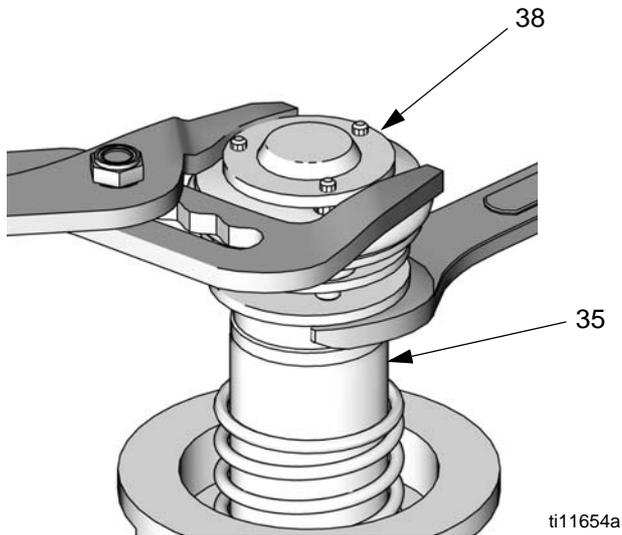
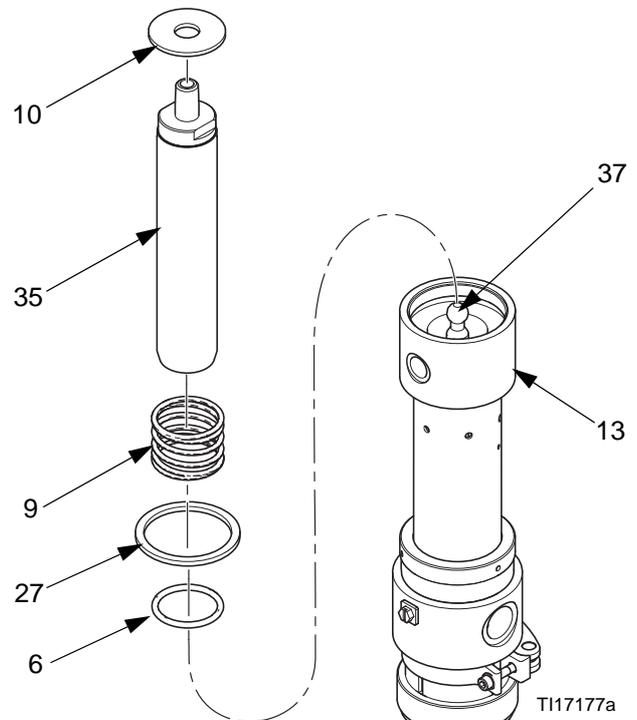

FIG. 11
FIG. 13
- Utilice unos alicates en la placa superior del pistón de la válvula de aire (38) y una llave en la varilla del pistón (35) para destornillar el pistón de la válvula de aire de la varilla del pistón. Consulte FIG. 11.
- Saque la arandela (10), el muelle inferior (9) y la junta (27). Compruebe si hay daños o desgaste y, si fuera necesario, reemplace. Consulte FIG. 13.
- Reinstale la junta tórica (6). Vuelva a conectar la varilla del pistón (35) y la varilla de conexión de la bomba (37). Consulte FIG. 13.
- Vuelva a instalar la junta (11), el muelle (9) y la arandela (10). Vuelva a montar el pistón (38). Aplique sellador de roscas a las roscas de la varilla del pistón (35) y atornille con cuidado el pistón (38) a la varilla. Consulte FIG. 11 y FIG. 13.